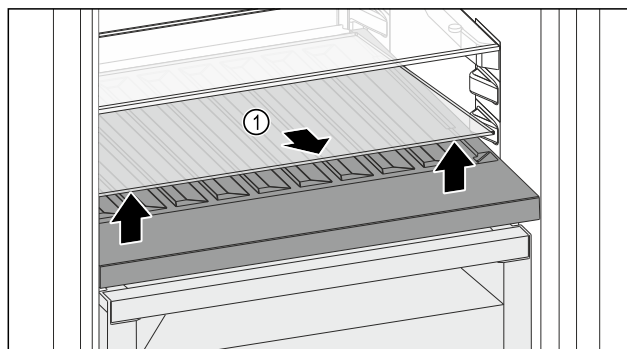

Fig. 203
- Ridicați în față și extrageți placa de sticlă Fig. 203 (1) din degajare.
- Păstrați placa de sticlă Fig. 203 (1) în siguranță în afara aparatului.
- Așezați placa de sticlă în poziție de lucru (2) sub raftul variabil pentru sticle.